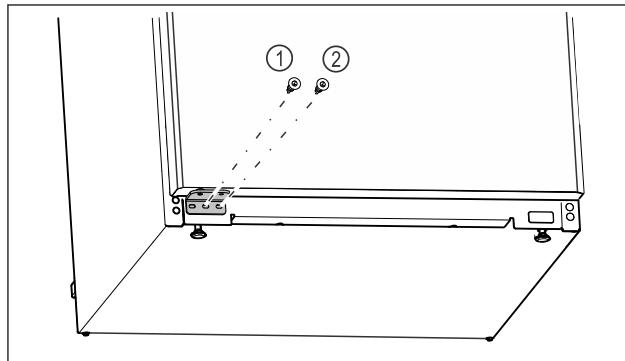

Fig. 26
- ▶ Затяните центральный винт опорного кронштейна Fig. 26 (1) отверткой Torx 20.
- ▶ Затяните внутренний винт опорного кронштейна Fig. 26 (2) отверткой Torx 20.